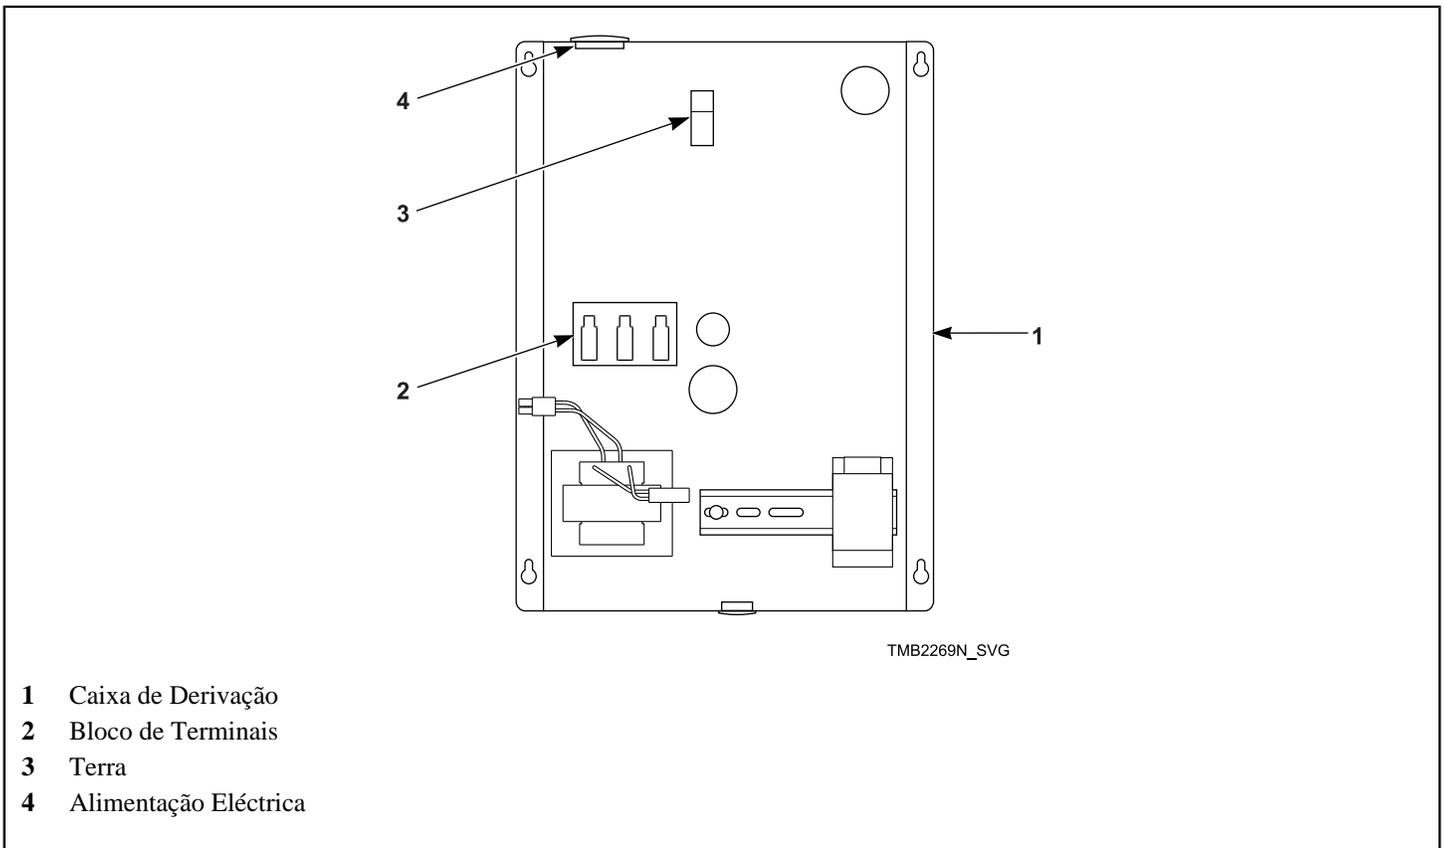
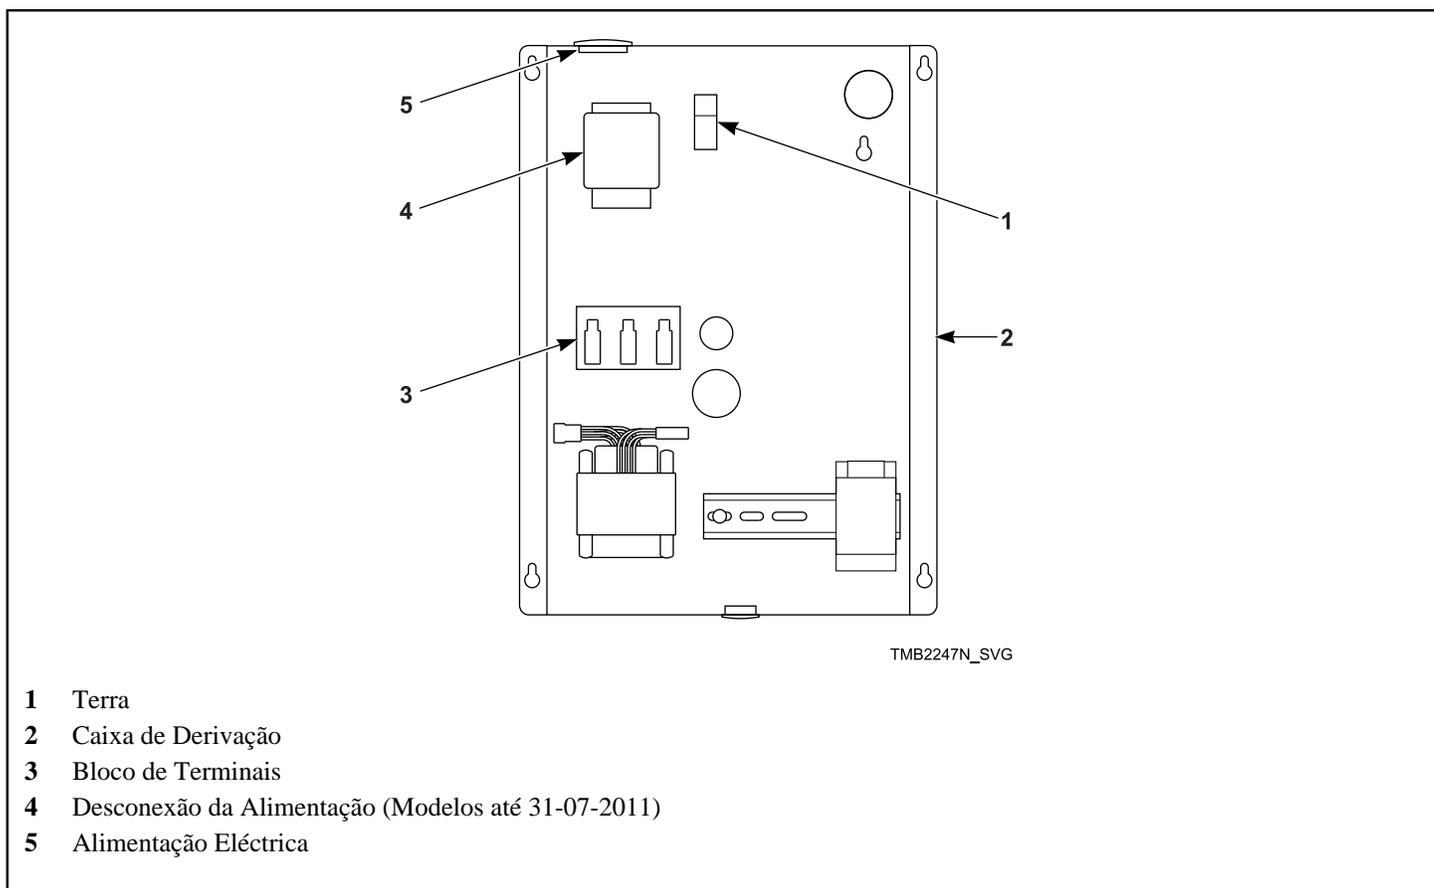

Figura 17 Localizações da Ligação à Terra e do Bloco de Terminais para Modelos a Gás e a Vapor não CE
Figura 18 Localizações da Ligação à Terra e do Bloco de Terminais para Modelos a Gás e a Vapor CE
2. Ligue os condutores envoltos por tubagem ao interruptor de desconexão, ou interruptor de carga. Ligue os condutores no terminal catalogada apropriadamente no bloco de terminal. O cabo de ligação à terra tem de ser ligado à ligação à terra da forma exemplificada na *Figura 17 Localizações da Ligação à Terra e do Bloco de Terminais para Modelos a Gás e a Vapor não CE*, *Figura 18 Localizações da Ligação à Terra e do Bloco de Terminais para Modelos a Gás e a*